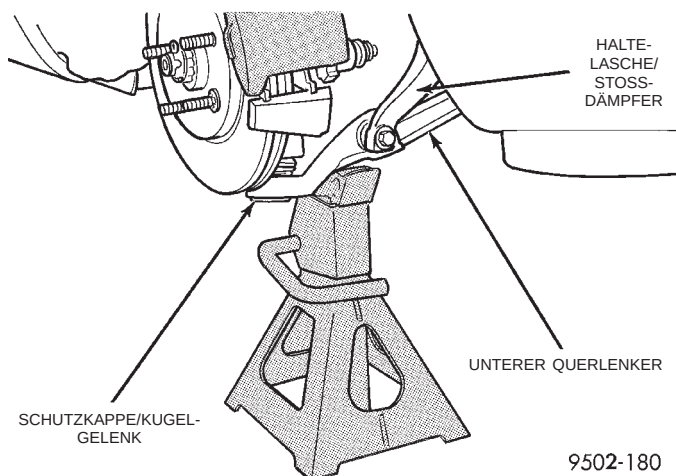

Abb. 38 Abstützen des unteren Querlenkers mit Unterstellbock
ACHTUNG! Beim Abstützen des unteren Querlenkers den Unterstellbock nicht unter die Schutzkappe des unteren Kugelgelenks stellen. Der Unterstellbock muß wie in (Abb. 38) gezeigt unter dem unteren Querlenker stehen.
(10) Einen Unterstellbock unter den unteren Querlenker stellen und Fahrzeug absenken (Abb. 38). Das Fahrzeug so weit absenken, daß das volle Fahrzeuggewicht auf dem unteren Querlenker und dem Unterstellbock aufliegt.